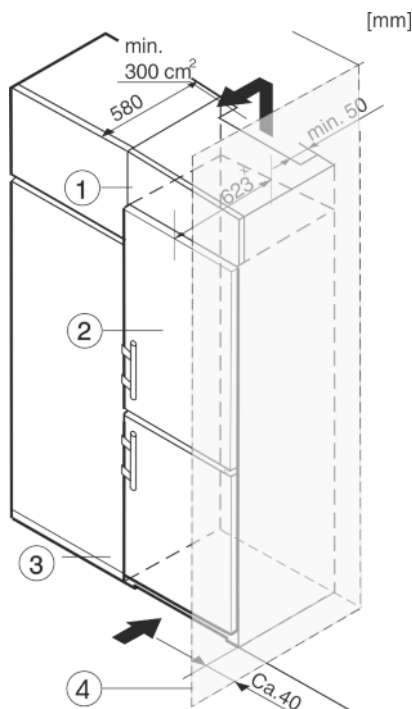

Fig. 12
Urządzenie może zostać obudowane szafkami kuchennymi. Aby dopasować urządzenie Fig. 12 (2) do wysokości ciągu szafek kuchennych, można nad urządzeniem umieścić odpowiednią szafkę nasadzaną Fig. 12 (1).
W przypadku obudowania szafkami kuchennymi urządzenie można ustawić bezpośrednio obok szafki kuchennej Fig. 12 (3). By móc całkowicie otworzyć drzwi, urządzenie musi wystawać przynajmniej 65 mm\* za front szafki kuchennej. W zależności od głębokości szafek kuchennych oraz od zastosowania elementów dystansowych urządzenie może wystawać jeszcze bardziej.
Jeżeli urządzenie będzie ustawiane z zawiasami do ściany *Fig. 12 (4)*, to pomiędzy urządzeniem i ścianą należy zachować minimalny odstęp, wynoszący 40 mm. Na taką odległość wystaje klamka przy otwartych drzwiach.